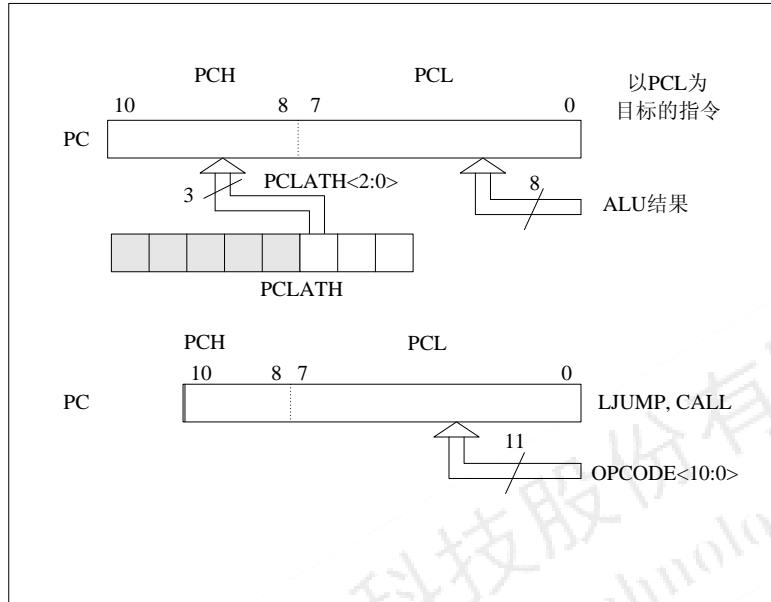

图 2-3: 在不同情况下装载 PC
程序计数器 (PC) 为 11 位宽。其低 8 位来自可读写的 PCL 寄存器，高 3 位 (PC<10:8>) 来自 PCLATH，不能直接读写。只要发生复位，PC 就将被清零。图 2-3 显示了装载 PC 值的两种情形。图 2-3 上方的例子说明在写 PCL (PCLATH<2:0>→PCH) 时是如何装载 PC 的。
MDT10F272 器件具有 8 级深 x11 位宽的硬件堆栈 (见图 2-2 和 图 2-3)。堆栈空间既不占用程序存储区空间，也不占用数据存储区空间，而且堆栈指针是不可读写的。当执行 CALL 指令或当中断导致程序跳转时，值 PC 将被压入 (PUSH) 堆栈。而在执行 RET、RTIW 或 RTFI 指令时，堆栈中的断点地址将从堆栈中弹出 (POP) 到 PC 中。PCLATH 不受 PUSH 或 POP 操作的影响。